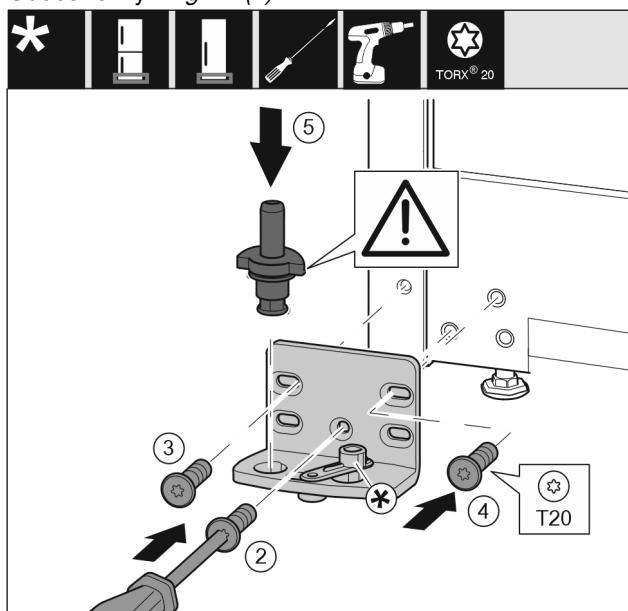

Fig. 25
- ▶ Ložiskovú konzolu nasadte na druhú stranu a priskrutkujte ju pomocou skrutkovača T20. Začnite skrutkou 2 dole v strede. Fig. 25 (2)
- ▶ Pevne zaskrutkujte skrutku 3 a 4. Fig. 25 (3,4)
- ▶ Ložiskový čap úplne nasadte. Dbajte pritom na to, aby zaistenovací doraz ukazoval smerom dozadu. Fig. 25 (5)